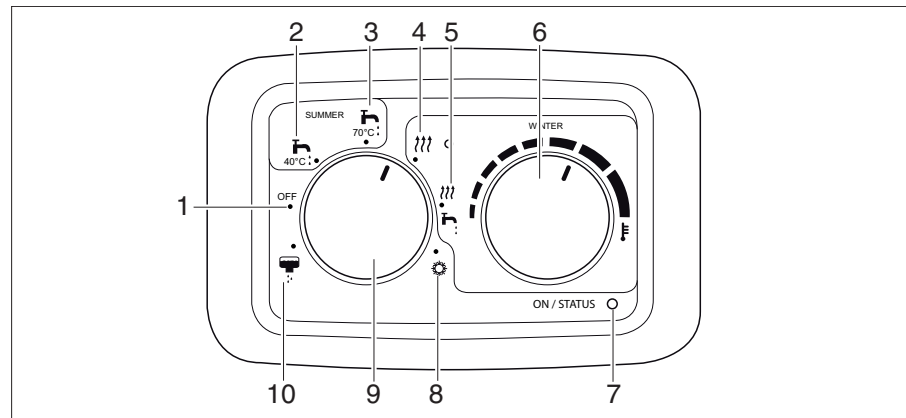

Fig. 213 Panneau de contrôle du chauffage diesel Webasto
L'appareil de chauffage est utilisé pour la mise à disposition d'eau chaude sanitaire. L'eau est échauffée et maintenue à une température de 40°C ou 70°C. Le ventilateur d'air chaud de chauffage de l'espace intérieur n'est pas activé. Si la température de l'eau tombe en dessous d'une valeur déterminée, la combustion redémarre. L'affichage (Fig. 213,7) sur l'élément de commande est allumé en vert tant que l'appareil est enclenché.
- Régler le sélecteur de mode (Fig. 213,9) sur régime été, température de l'eau 40 °C (Fig. 213,2) ou 70 °C (Fig. 213,3).
L'affichage de puissance (Fig. 213,7) s'allume en vert et l'affichage du sélecteur de mode (Fig. 213,9) s'allume en rouge.
- Mettre le sélecteur de mode (Fig. 213,9) sur "Off" (Fig. 213,1).
- Régler le sélecteur de température intérieure (Fig. 213,6) sur le réglage de thermostat désiré pour la température intérieure.
- Régler le sélecteur de mode (Fig. 213,9) sur régime hiver, chauffage sans production d'eau chaude sanitaire (Fig. 213,4).
L'affichage de puissance (Fig. 213,7) s'allume en vert et les affichages du sélecteur de mode (Fig. 213,9) et du sélecteur de température intérieure s'allument en rouge.
- Régler le sélecteur de mode (Fig. 213,9) sur régime hiver, chauffage avec production d'eau chaude sanitaire (Fig. 213,4).
Si le chauffe-eau ne contient pas d'eau et qu'on sélectionne régime hiver, chauffage avec production d'eau chaude sanitaire, un avertissement est affiché sur l'élément de commande. La DEL verte à côté de régime hiver, chauffage avec production d'eau chaude sanitaire (Fig. 213,4), commence à clignoter.